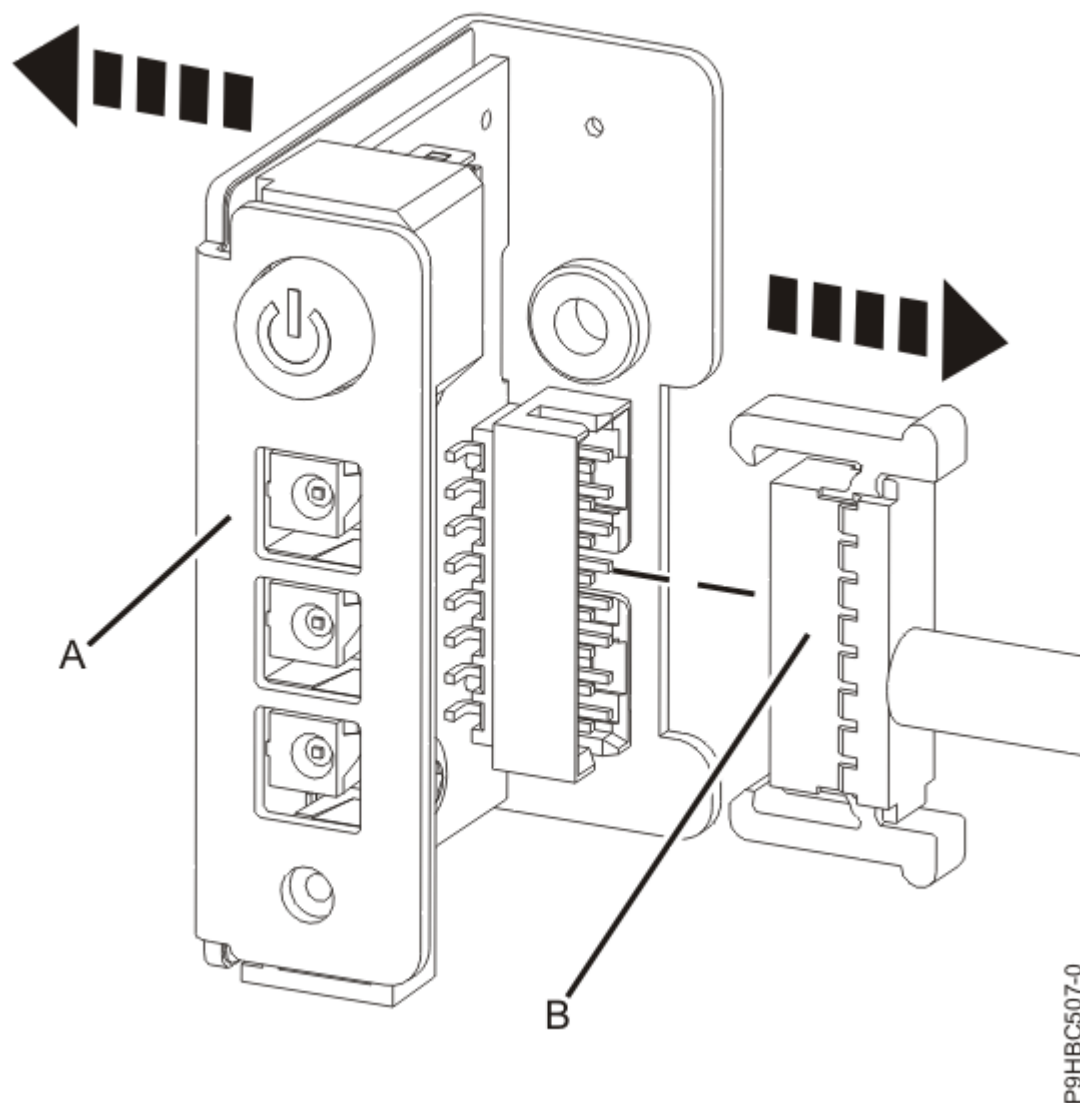

Figura 35. Desconnexió del panell de control del cable
7. Desconnecteu el panell de control **(A)** del cable **(B)** tal com es mostra a la Figura 35 a la pàgina 39.